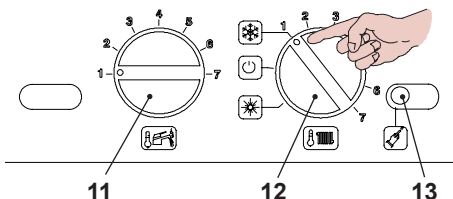
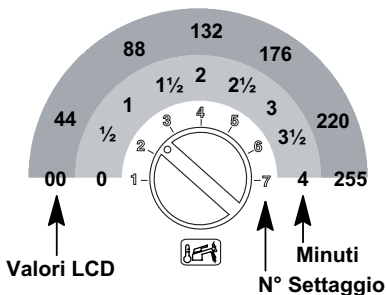

Fig. 5.47
Fig. 5.51
- Prima di alimentare elettricamente la caldaia posizionare le manopole 11 e 12 come indicato in Fig. 5.47.
- Per settare il tempo di postcircolazione della pompa bisogna entrare nella programmazione premendo per 15 secondi il pulsante di ripristino **13**, in Fig. 5.47 fino alla comparsa del parametro **P01** sul display LCD; sul display LCD compare la seguente visualizzazione (la sequenza **P01** si alterna ---).
Premere il pulsante di ripristino **13** in Fig. 5.47 per lo scorrimento dei vari parametri sino al raggiungimento del parametro **P11** valido per il settaggio postcircolazione della pompa; sul display LCD compare la seguente visualizzazione (la sequenza **P11** si alterna **44**).
Per cambiare il settaggio ruotare la manopola di regolazione temperatura sanitari **11** in Fig. 5.47 e posizionarla sul tempo prescelto Fig. 5.51.
Il passo del settaggio della manopola **11** Fig. 5.51 corrisponde a un valore letto sul display LCD di circa **44** (40 secondi) e questo valore può essere variato fino a circa **255** (4 minuti); nell'LCD la sequenza **P11** si alterna con **60**.